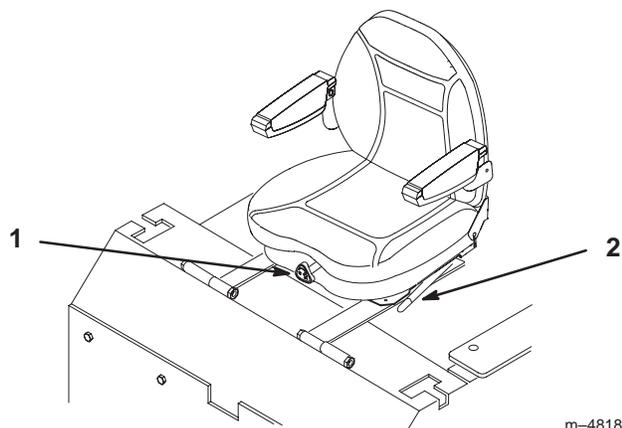

Figure 21
1. Poussez le levier de réglage sur le côté pour débloquer le siège (Fig. 21).
1. Pour ce faire, tournez le bouton avant dans un sens ou dans l'autre pour obtenir la position la plus confortable (Fig.21).